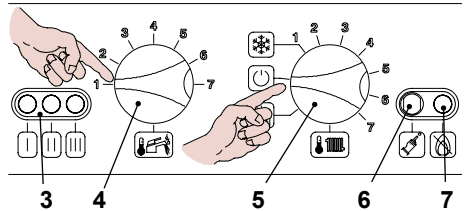
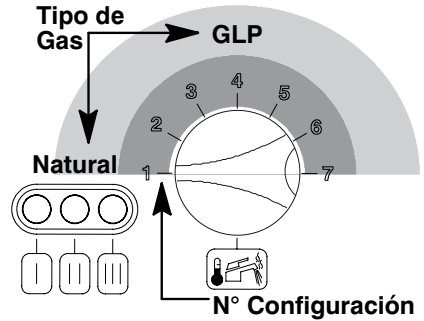

Fig. 8.2
Fig. 8.5
- Ponga el selector 5 como se muestra en Fig. 8.2; la luz de aviso 3 parpadea cada 4 segundos aproximadamente.
- Mantenga presionado el pulsador de restablecimiento 6 en Fig. 8.2 durante unos 10 segundos, la luz de bloqueo 7 en Fig. 8.2 iniciará a parpadear.
- Presione el pulsador de restablecimiento 6 en Fig. 8.2 las veces que sea necesario (4 veces) hasta la visualización de los indicadores 3 en Fig. 8.2 como en Fig. 8.4 (leyenda indicadores en pág. 38).
Para visualizar la programación, mantenga presionado el pulsador de restablecimiento 6 en Fig. 8.2 durante unos 5 segundos. Los indicadores 3 en Fig. 8.2 parpadearán un número de veces equivalente a la configuración (Fig. 8.5).
- Para cambiar la configuración, gire el pomo de regulación de la temperatura de los circuitos sanitarios 4 en Fig. 8.2 y llévelo a la posición correspondiente al **tipo de gas** determinado Fig. 8.5 (en la figura el pomo se ha puesto en la posición del **gas Metano**), la luz de aviso de
bloqueo 7 en Fig. 8.2 parpadea rápidamente.
- Para memorizar la configuración, presione el pulsador de restablecimiento 6 en Fig. 8.2 durante unos 5 segundos, todos los indicadores 3 en Fig. 8.2 parpadean a la vez como en Fig. 8.8 (leyenda indicadores en pág. 38)